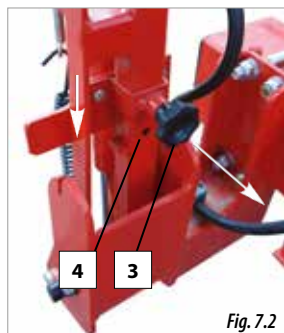

Fig. 7.2
- B. Trageți de mâner (3, Fig. 7.2) și deplasați piesa de fixare în jos până la îmbinarea în poziția de transport (4, Fig. 7.2).
- B. Trageți de mâner (3, Fig. 7.2) și deplasați piesa de fixare în sus până la îmbinarea în poziția de lucru (4, Fig. 7.2).